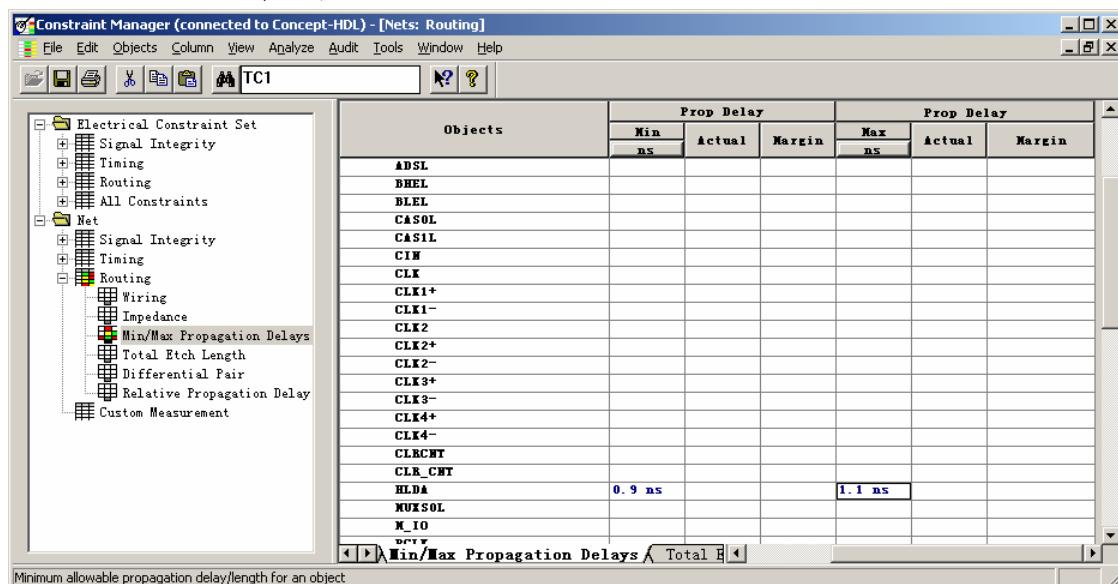

图3-1 约束管理器—最小最大传输延迟
14. 在【Prop Delay】列下面的【Max】列，输入最小值“1.1”，注意缺省单位是“ns”，意即网络“HLDA”上的信号到达任何一个目标最大传输延迟不能超过1.1ns。请见图3-1。